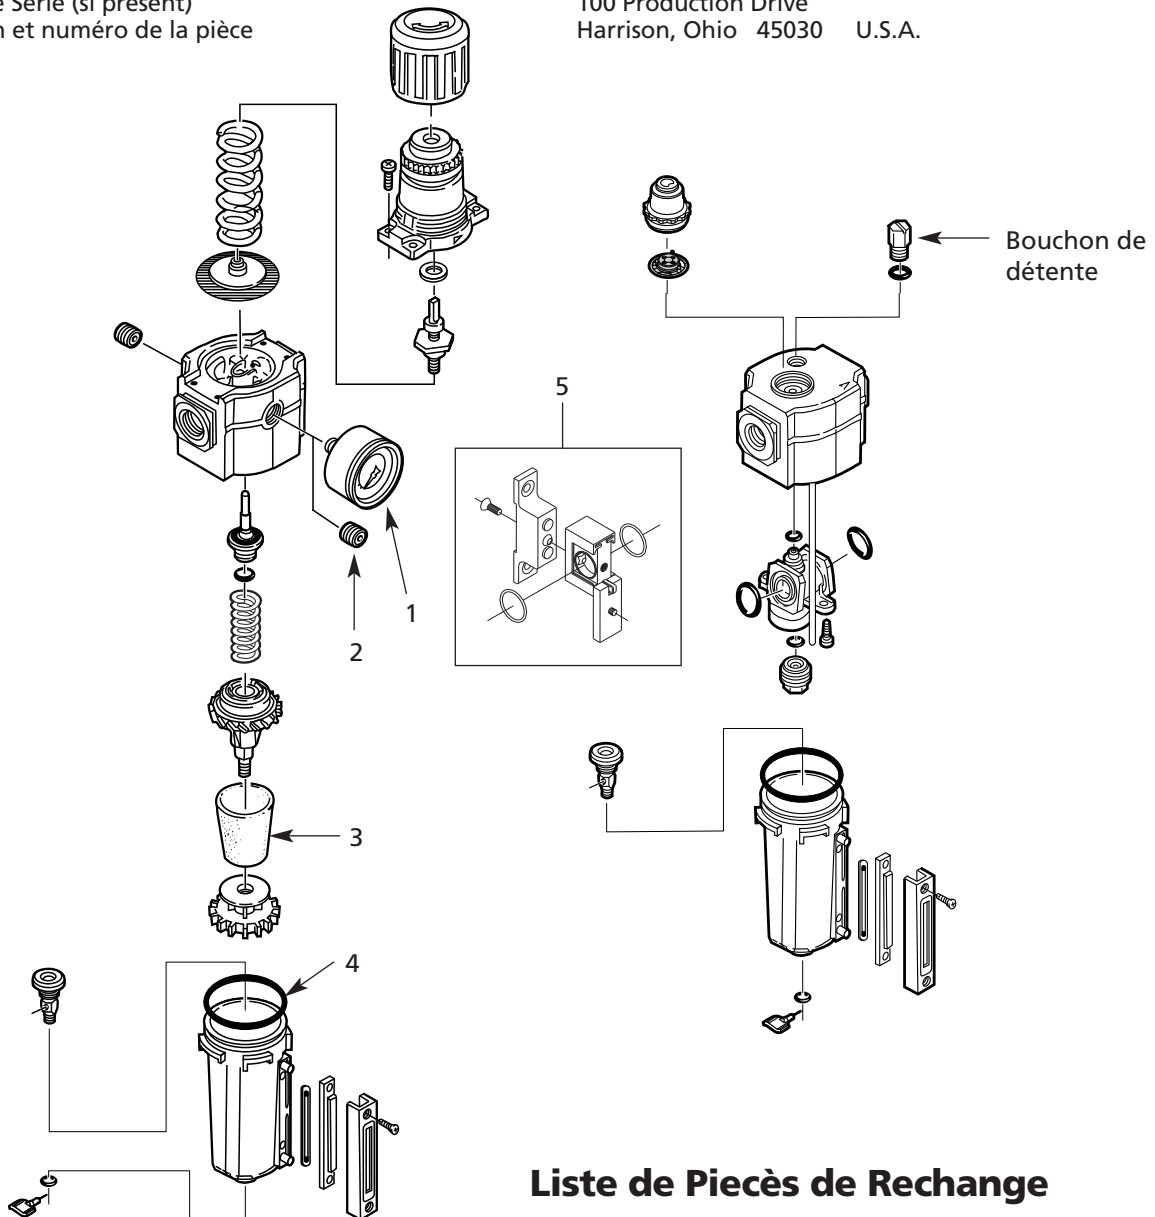

Figure 2
7. Pour remplir le graisseur pendant que le système soit pressurisé, enlever le bouchon de détente **lentement** afin de permettre le soulagement de la pression d'air (Voir Figure 2). Verser l'huile dans le bol à travers l'orifice de remplissage. **Remplacer le bouchon de détente avant de remettre en marche.** NE PAS remplacer le bouchon de soulagement jusqu'à ce que les bols soient bien verrouillés en place.